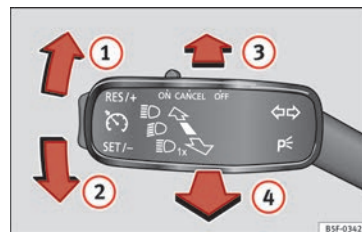

Fig. 131 Levier des clignotants et des feux de route.
- Déplacez le levier » **fig. 131** vers le haut ① ou vers le bas ②.
- Poussez le levier » **fig. 131** vers l'avant dans le sens de la flèche ③.
- Les feux de route s'éteignent et le levier revient à la position d'origine dans le sens de la flèche ④.
- Tirez le levier » **fig. 131** vers le volant (jusqu'à la butée) dans le sens de la flèche ④.
- Déplacez le levier des clignotants » **fig. 131** » page 126 vers le haut ou vers le bas – les feux de position du côté droit ou gauche du véhicule s'allument.